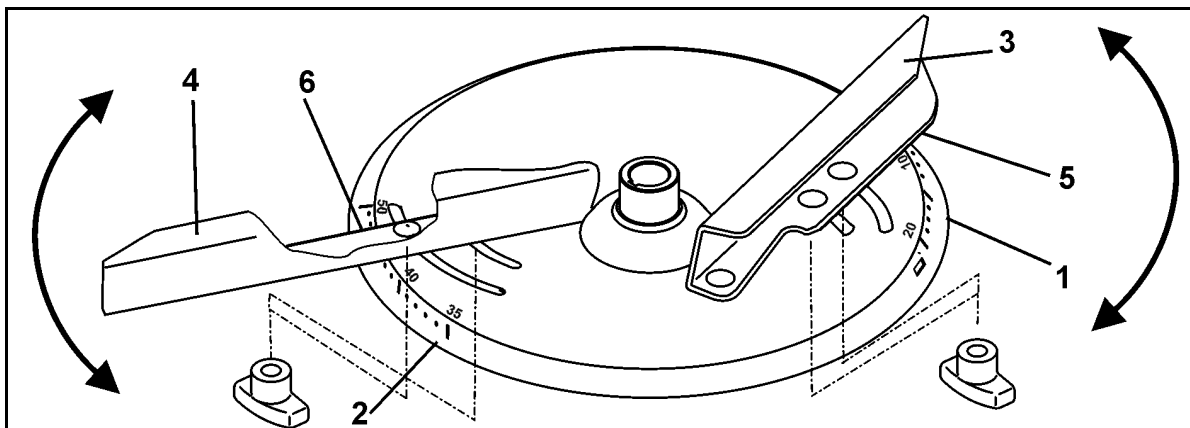

图 43
为了精确、免工具地设置各撒肥叶片的位置，每个撒播盘上配置两个不同的、不易混淆的刻度尺（图 43/1 和 图 43/2）。
- 短撒肥叶片（图 43/3）的刻度尺（图 43/1）数值从 5 到 28 而长撒肥叶片（图 43/4）的刻度尺（图 43/2）数值从 35 到 55。
- 短撒肥叶片（图 43/3）在读取边（图 43/5）旁读取设置值。
- 长撒肥叶片（图 43/4）在读取边（图 43/6）旁读取设置值。
- 撒肥叶片转到刻度尺（图 43/1 或 图 43/2）上较高数值，工作宽度变大。